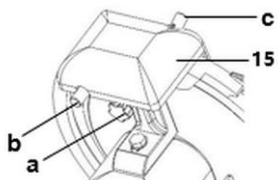

Рис. 10
7. Удерживая нажатой кнопку (b, рис. 10) точилки сзади точилки (1), и оставить прибор включенным в течение 30-60 секунд, так чтобы на ноже образовался заусенец.